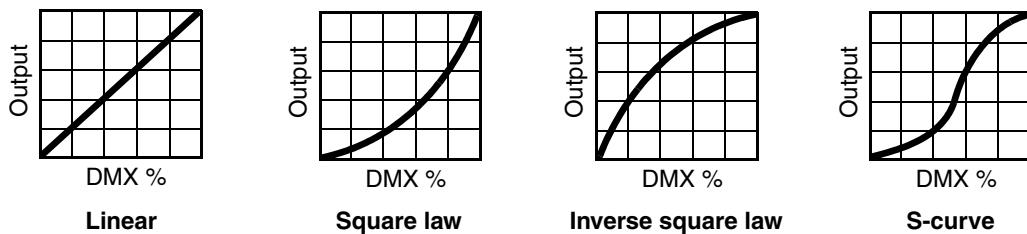

Figure 3: Courbes de gradation
- **DIMMER CURVE** fournit 4 courbes de gradation (voir Figure 3) :